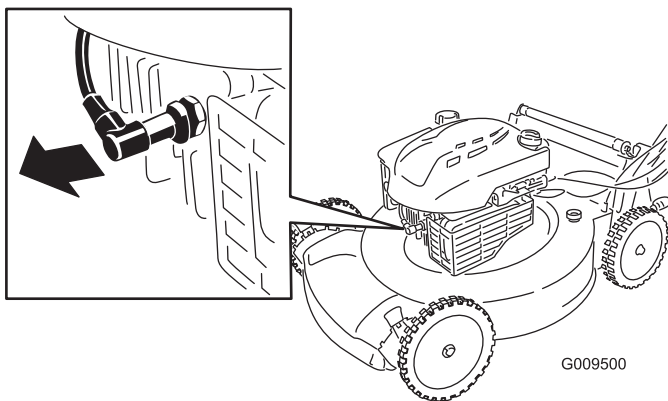

Bild 22
2. Ziehen Sie das Zündkabel von der Zündkerze (Bild 22) ab, bevor Sie Wartungsarbeiten ausführen.